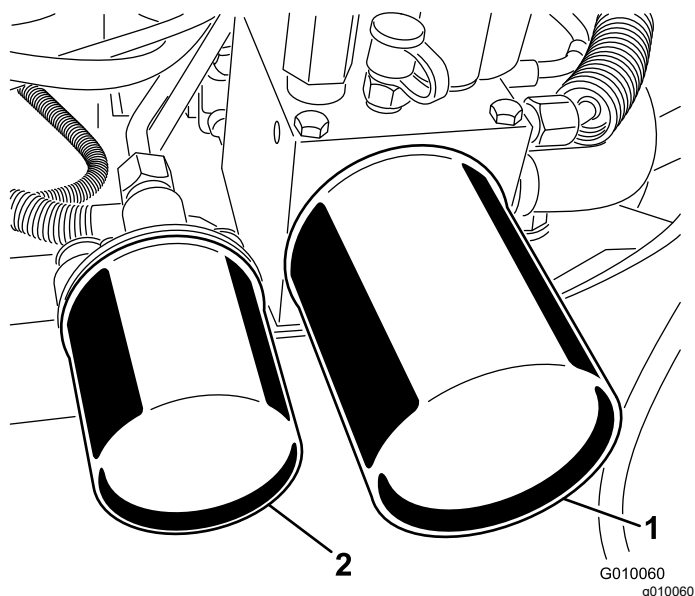

Figura 63
2. Coloque un recipiente bajo los filtros, retire los filtros usados y limpie con un paño la superficie de la junta del adaptador del filtro (Figura 63).